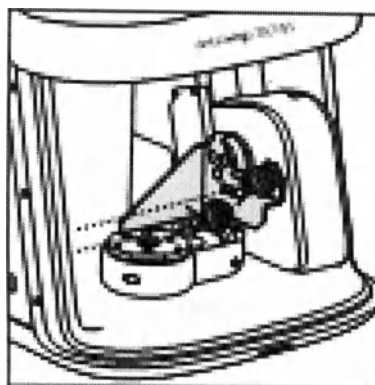

Рис.24
5. Установите пластину транспортировочную для сканера 7Series (модель DW-7-140) (рисунок 24).